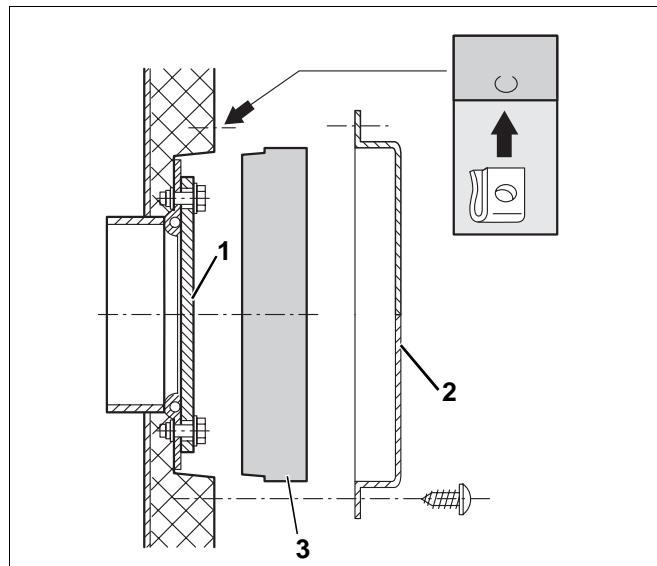

Рис. 7 Технология крышки переднего смотрового люка
- Вставить теплоизоляционную шайбу (рис. 7, поз. 3) перед передней крышкой смотрового люка (рис. 7, поз. 1).
- Прикрутить 4 саморезами (рис. 7, поз. 2) кожух, закрывающий крышку смотрового люка.